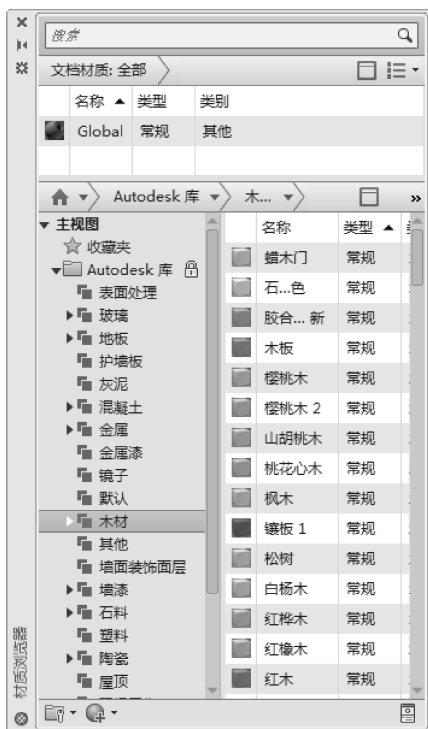

图 13-82 “材质浏览器”选项板
(9) 单击“可视化”选项卡“材质”面板中的“材质浏览器”按钮, 打开“材质浏览器”选项板, 如图 13-82 所示。展开“木材”选项, 选择其中一种材质, 拖动到绘制的茶几实体上。
(10) 在“可视化”选项卡“视觉样式”面板中的“视觉样式”下拉列表中选择“真实”, 系统自动改变实体的视觉样式。